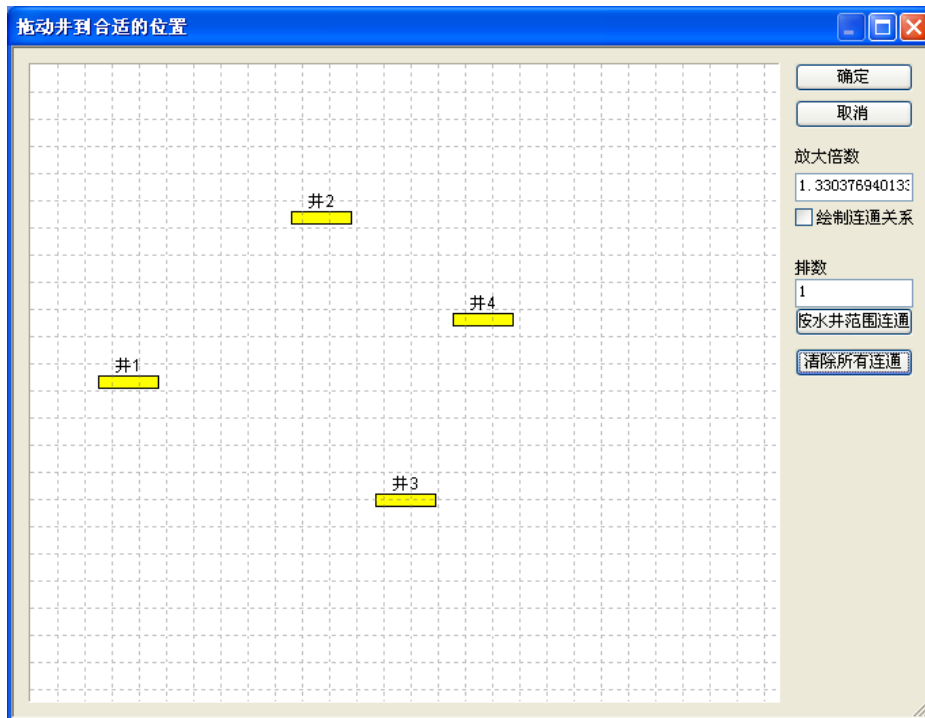

图 96
c. 此时可在黄色井柱上单击左键按住不放拖动到合适位置（如图 96）